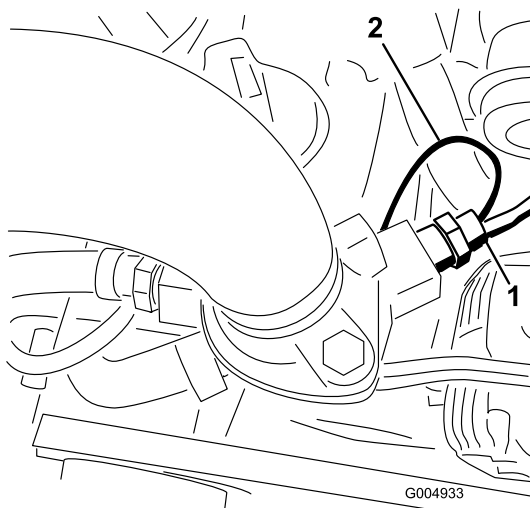

Figura 24
20. Instale el nuevo interruptor de doble contacto en el lado derecho del alojamiento del termostato del motor (Figura 24).